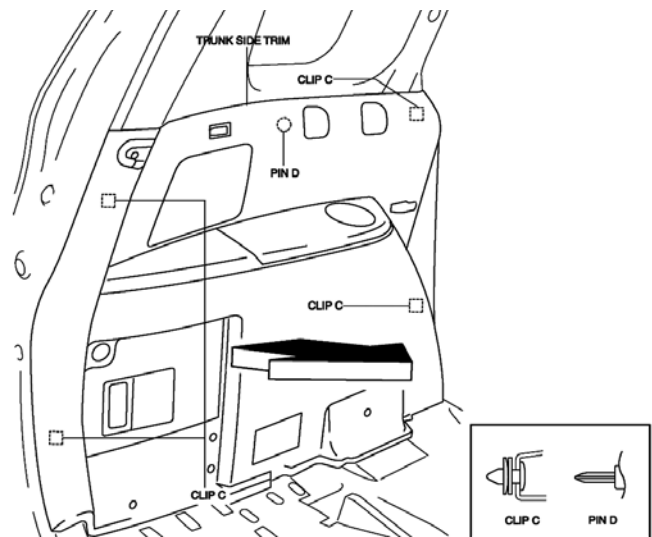

FIGURE 47
- 6.) PULL THE TRUNK SIDE TRIM IN THE DIRECTION OF THE ARROW. REMOVE CLIPS C AND PIN D. (SEE FIGURE 47)